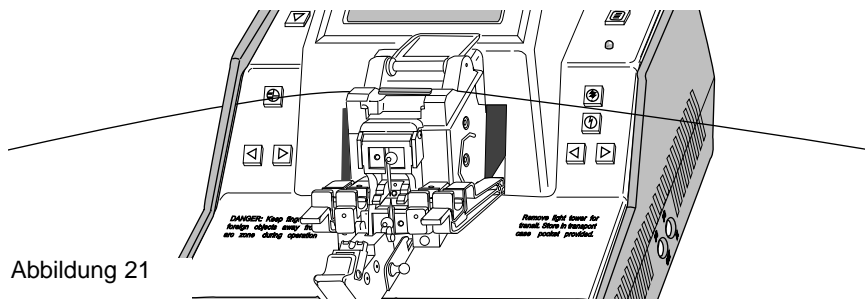

Abbildung 21
- f) Lösen Sie die Transferarmklemmen von der Faser, und positionieren Sie die Transferarme wieder neben die Faserklemmen (siehe Abb. 21).